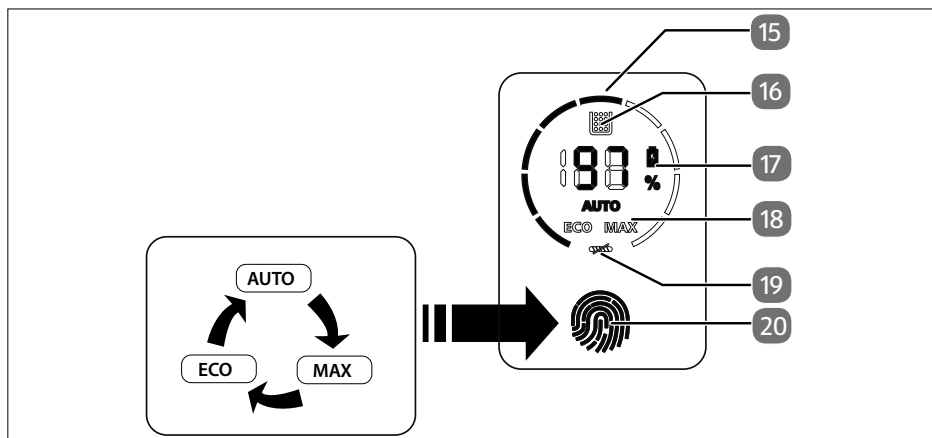

Fig. 2 – Elementos de control
2. Encienda la aspiradora manteniendo pulsado el interruptor de encendido/apagado (21). Bloquee el interruptor de encendido/apagado pulsando la tecla de bloqueo (22).
4. Toque el panel de mando (20) para ajustar el modo de funcionamiento **Auto**, **Max** o **Eco**. En la pantalla (15) se muestra la potencia de motor correspondiente (véase la fig. 2).